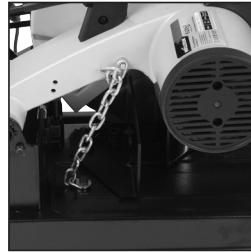

ABB. 9
- Haken Sie die Niederhaltekette aus dem Niederhaltestift aus. **(Siehe Abb. 9).** Lassen Sie den Schneidkopf in seine obere Position steigen.
- Haken Sie das erforderliche Glied der Niederhalterkette über dem Niederhaltestift ein. (**Abb. 9**).